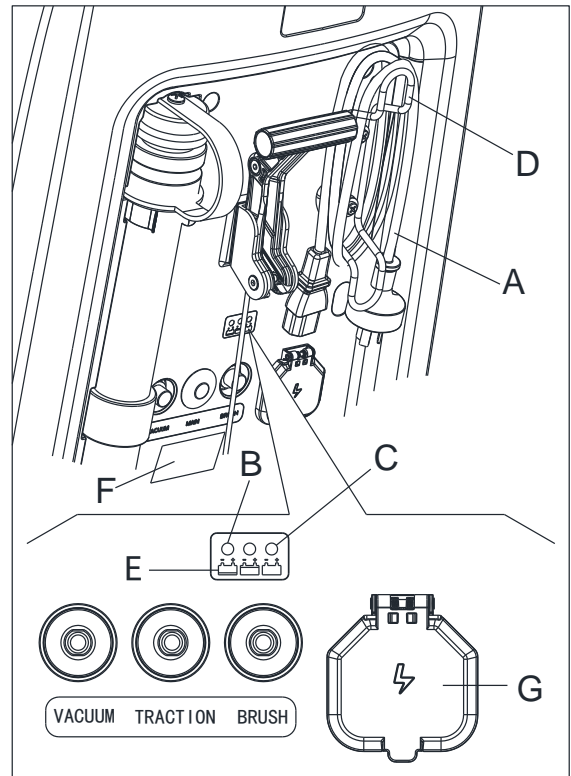

Figura 15
7. Conecte el cable del cargador de baterías (A, Figura 15) a la red eléctrica (G) (la frecuencia y el voltaje de la red eléctrica debe ser compatible con los valores del cargador de baterías que aparecen en la placa de número de serie de la máquina (F). Cuando el cargador de baterías está conectado a la red eléctrica, todas las funciones de la máquina se desactivan automáticamente. Si la luz de aviso roja (B) en el panel de control del cargador de baterías permanece iluminada, esto significa que el cargador está cargando las baterías.
8. Cuando se ilumine la luz de aviso verde (C), la carga de la batería se ha completado.
9. Una vez que haya terminado la carga de la batería, desconecte el cable del cargador de baterías (A) de la red eléctrica (G) y enróllelo alrededor de la carcasa (D).
Para obtener más información sobre el funcionamiento del cargador de baterías (E, Figura 15), consulte el manual correspondiente.